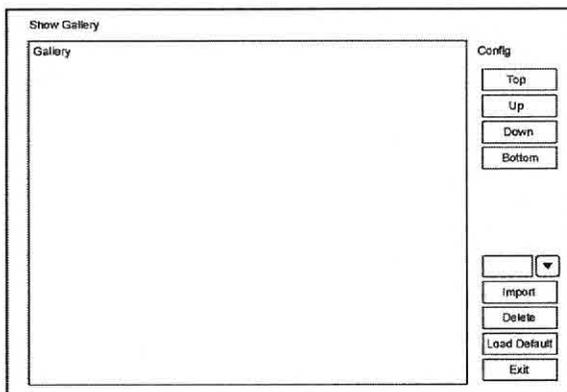

Figura 4-3 Tela Show Gallery
- Clique em **Show Gallery** [exibir galeria] para acessar a tela **Show Gallery**, conforme mostrado na Figura 4-3.